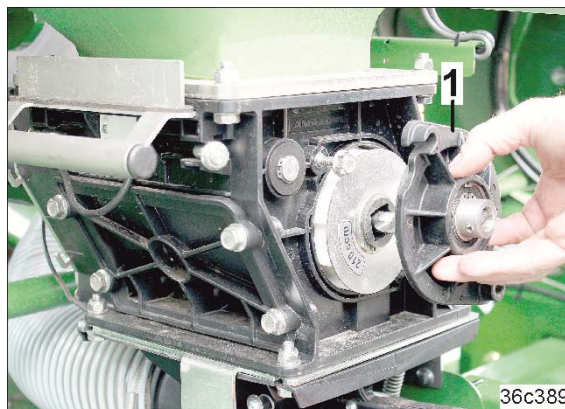

Рис. 205
32. Открутите и снимите крышку подшипника (Рис. 205/1).